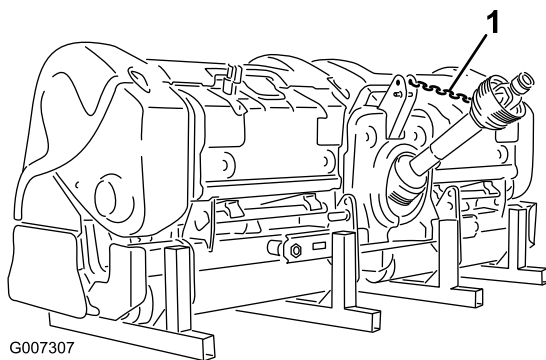

図 40
12. PTO シャフトが地面に落ちないように PTO 固定用ひもを PTO シールドに固定する（図 40）。